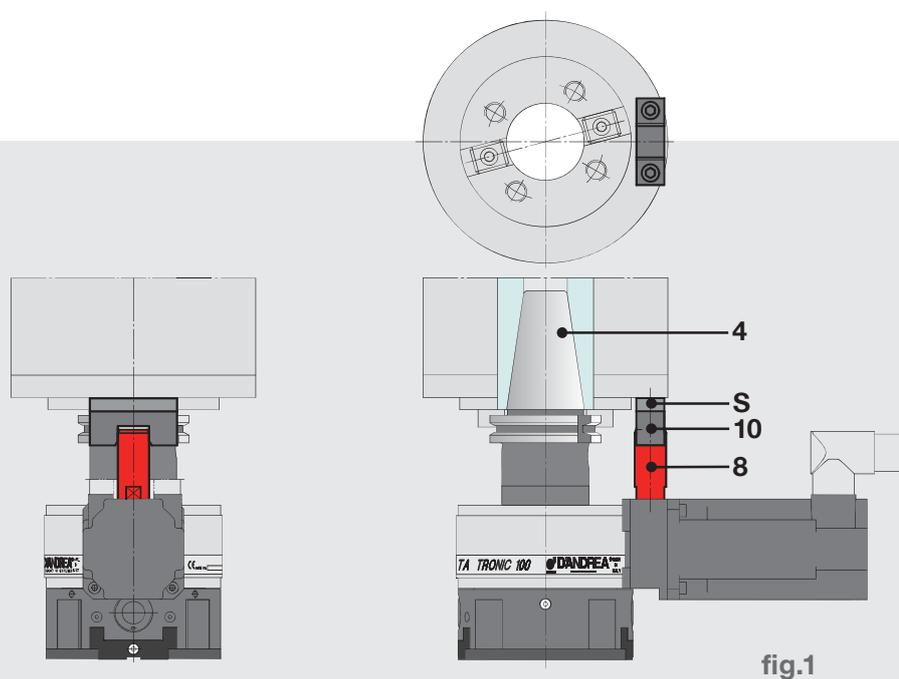

fig.1
**GB** TA-TRONIC is mounted on the machine using a taper (4). The anti-rotation pin (8) inserted in the dowel (10) locked on the head of the machine tool, preventing the fixed body of TA-TRONIC to rotate. The dowel (10) is applied on a fixed part around the spindle fig. 1, adjusting the height indicated by way of a thickness S. For heavy machining it is advisable to apply a flange to make the TA-TRONIC solidly connected with the head of the machine tool (fig. 2-3). It is always advisable to use a flange with TA-TRONIC 160 and 200. The type of flange to use depends on the model of the machine and may be easily built by the Customer or supplied by D'Andrea.
**RU** TA-TRONIC устанавливается на машине с помощью конуса (4). Противовращательный штифт (8), вставляется во вкладыш (10) заблокированный в головной части станка предотвращает вращение неподвижного корпуса TA-TRONIC. Вкладыш (10) необходимо установить на неподвижной части вокруг шпинделя рис.1, регулируя высоту с помощью прокладки S. Для тяжелой обработки целесообразно применение фланца для соединения TA-TRONIC с головной частью станка (рис. 2-3). С TA-TRONIC 160 и 200 рекомендуется всегда использовать фланец. Тип используемого фланца зависит от модели станка и может быть легко построен клиентом или поставлен компанией D'Andrea.
**PL** Głowice TA-TRONIC montowane są na obrabiarce przy użyciu stożka (4). Sworzień zapobiegający obrotom (8), umieszczony w płytce (10) i zablokowany na głowicy obrabiarki, uniemożliwia ruch obrotowy korpusu stałego TA-TRONIC. Płytkę (10) należy przymocować do korpusu stałego wokół wrzeciona (rys. 1), regulując wysokość przekładką odległościową S. W przypadku skomplikowanych obróbek, zaleca się nałożenie kołnierza sztywno łączącego TA-TRONIC z głowicą obrabiarki (rys. 2-3). W przypadku modeli TA-TRONIC 160 i 200 zaleca się stałe stosowanie kołnierza. Rodzaj kołnierza zależy od modelu maszyny i może być skonstruowany przez Klienta lub dostarczony przez firmę D'Andrea.